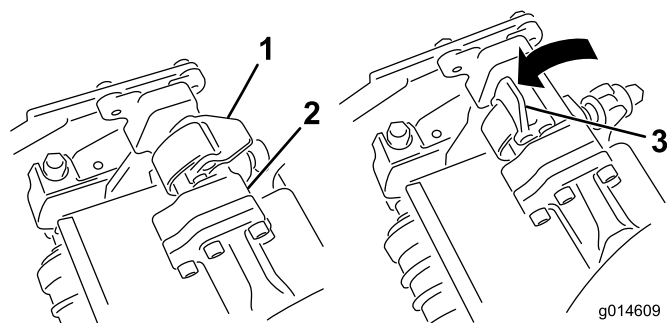
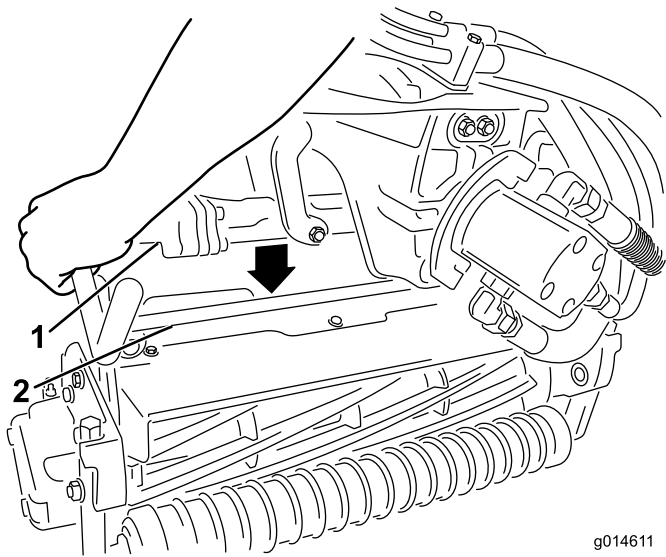

図 13
図 14
9. サスペンションアームのバーについているラッチを上向き開いた状態にして 図 13、サスペンションアームを押し下げて、バーを、カッティングユニットのバーの上に被せるようにする 図 14。
10. ラッチを下げて閉じるとカuttingユニットのバーがロックされてユニットがアームにセットされる 図 13。